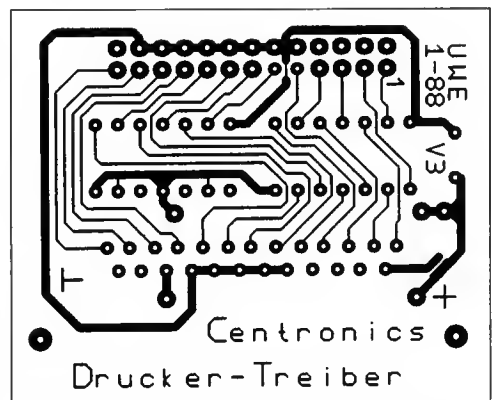
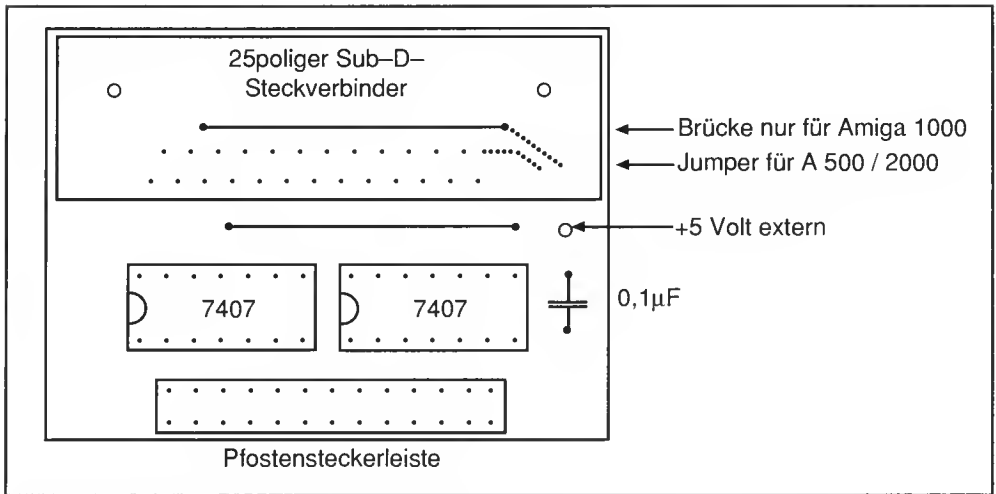

Bild 2.42: Layout für den Centronics-Druckertreiber
Bild 2.43: Bestückung des Centronics-Druckertreibers
Die Herstellung des Kabels mit den eingeschleiften Treibern ist sehr einfach, wenn zuerst die kleine Platine nach Bild 2.42 angefertigt wird. Bild 2.43 zeigt den Bestückungsplan. Die wenigen Bauteile sind in Tabelle 2.8 zusammengestellt. Allerdings gibt es Unterschiede bei den Steckverbindungen. Für den Amiga 1000 muß ein weiblicher 25-poliger Sub-D-Stecker verwendet werden. Er besitzt eine vom IBM-Standard abweichende Belegung. Trotzdem ist die gleiche Platine einsetzbar. Einzig und allein der Sub-D-Stecker muß hier von der Leiterseite her eingelötet werden. Das mag auf den ersten Blick etwas unschön erscheinen, ist aber durchaus praktikabel. Von den vielen Massepunkten an der je nach Steckerausführung eventuell schwer zugänglichen 12-poligen Seite genügt die Verlotung eines einzigen. Bei allen anderen Modellen wird ein entsprechender männlicher Stecker wie üblich von der Bauteilseite her eingesetzt. Vergessen Sie bei der Bestückung nicht die eingezeichnete Brücke.
- 1 einseitige Platine nach Bild 2.42